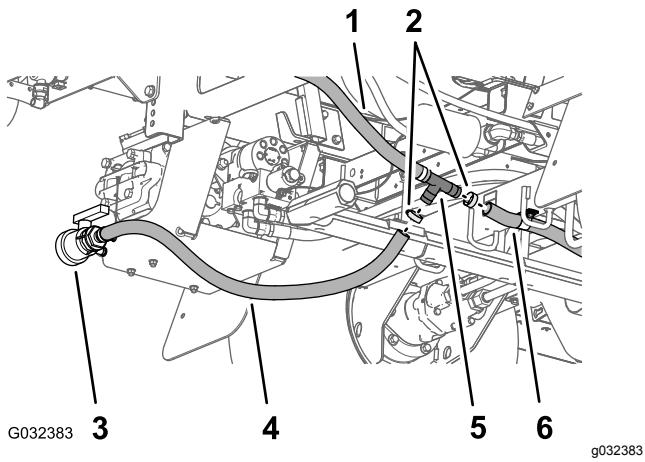
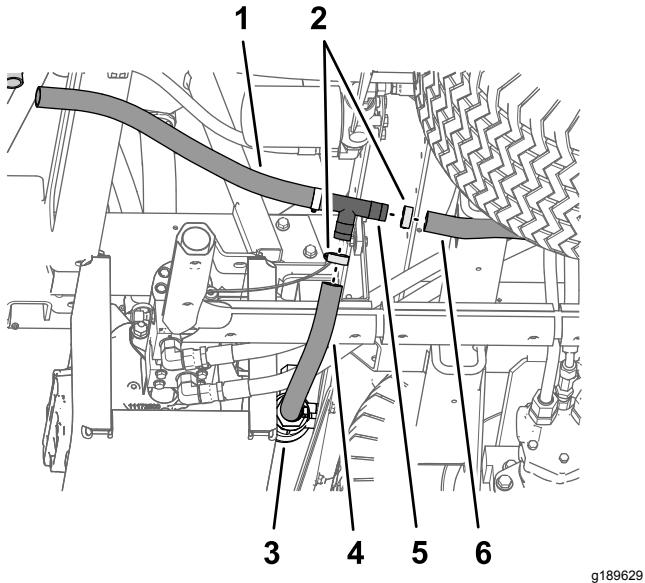

Figura 42
Figura 43
- Rimuovete le fascette stringitubo che fissano il flessibile della valvola di spurgo e il flessibile di spurgo del serbatoio posteriore al raccordo a T dentellato (Figura 42 e Figura 43).
5. Rimuovete il raccordo a T del flessibile della valvola di spurgo dal flessibile di spurgo del serbatoio posteriore (Figura 42 e Figura 43).